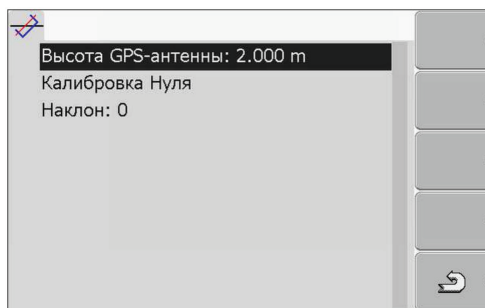

Рисунок 3.17 – Шаблон настройки конфигурации модуля наклона
2. Перейти к шаблону настройки конфигурации модуля наклона (рисунок 3.17):